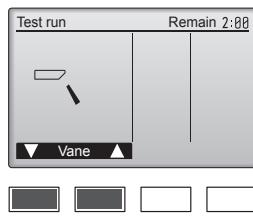

Fig. 6-6
- ① Vérifiez le volet automatique à l'aide des boutons [F1] [F2]. (Fig. 6-6)
② Appuyez sur le bouton [RETURN] pour revenir à l'écran "Test run" (Test fonctions).
③ Appuyez sur le bouton [ON/OFF].